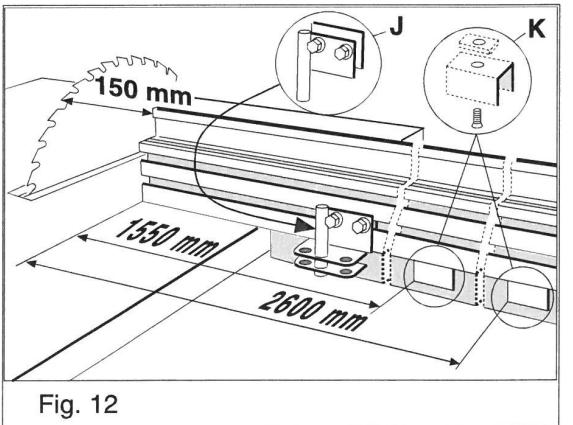

Fig. 12
- Monter to braketter **K** som vist i *fig. 12* ved å skyve mutteren inn i aluminiumsprofilen. Vær nøye med at brakettene monteres midt i sporet, henholdsvis **1550** og **2600 mm** fra enden nærmest sagen, slik at anholdet ikke böyes ved montering.
- Monter braketten **J** som vist i *fig. 12* ved å skyve mutteren inn i aluminiumsprofilen. Monter anholdet på det faste rullebordet ved å senke anholdet ned på sidevangen. For at målebåndet skal vise riktig stilles sagbladet i kappstilling **0°**, og avstanden mellom sagbladets tenner og anholdet justeres til **150 mm**. Brakettens skruer trekkes til. Bruk materialstopperen og kontroller at innstillingen er riktig ved å foreta en prøvekapping.